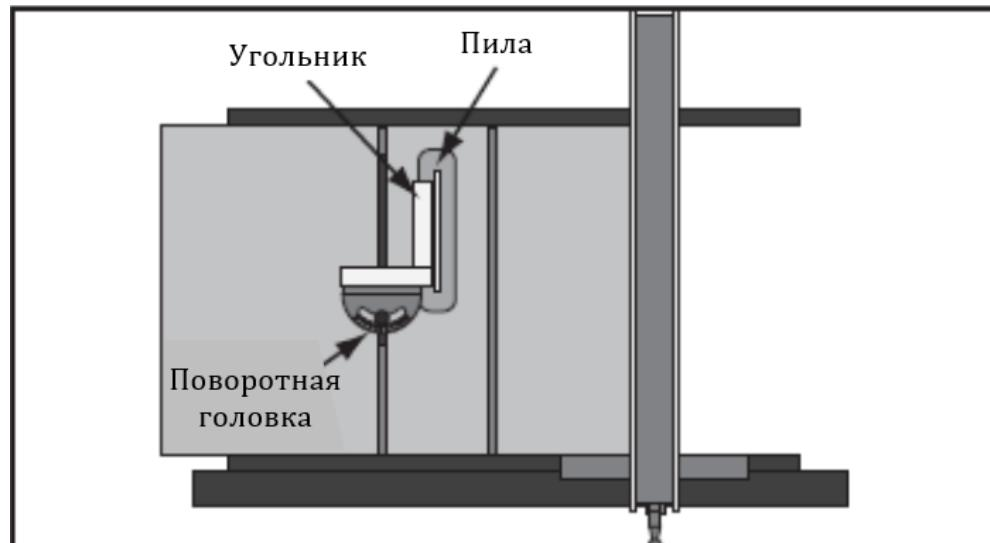

Рис. 42. Проверка упора на 90° на поворотной головке
4. Поставить угольник на 90° равномерно у плоскости поворотной головки и дисковой пилы, как показано на рис. 42.